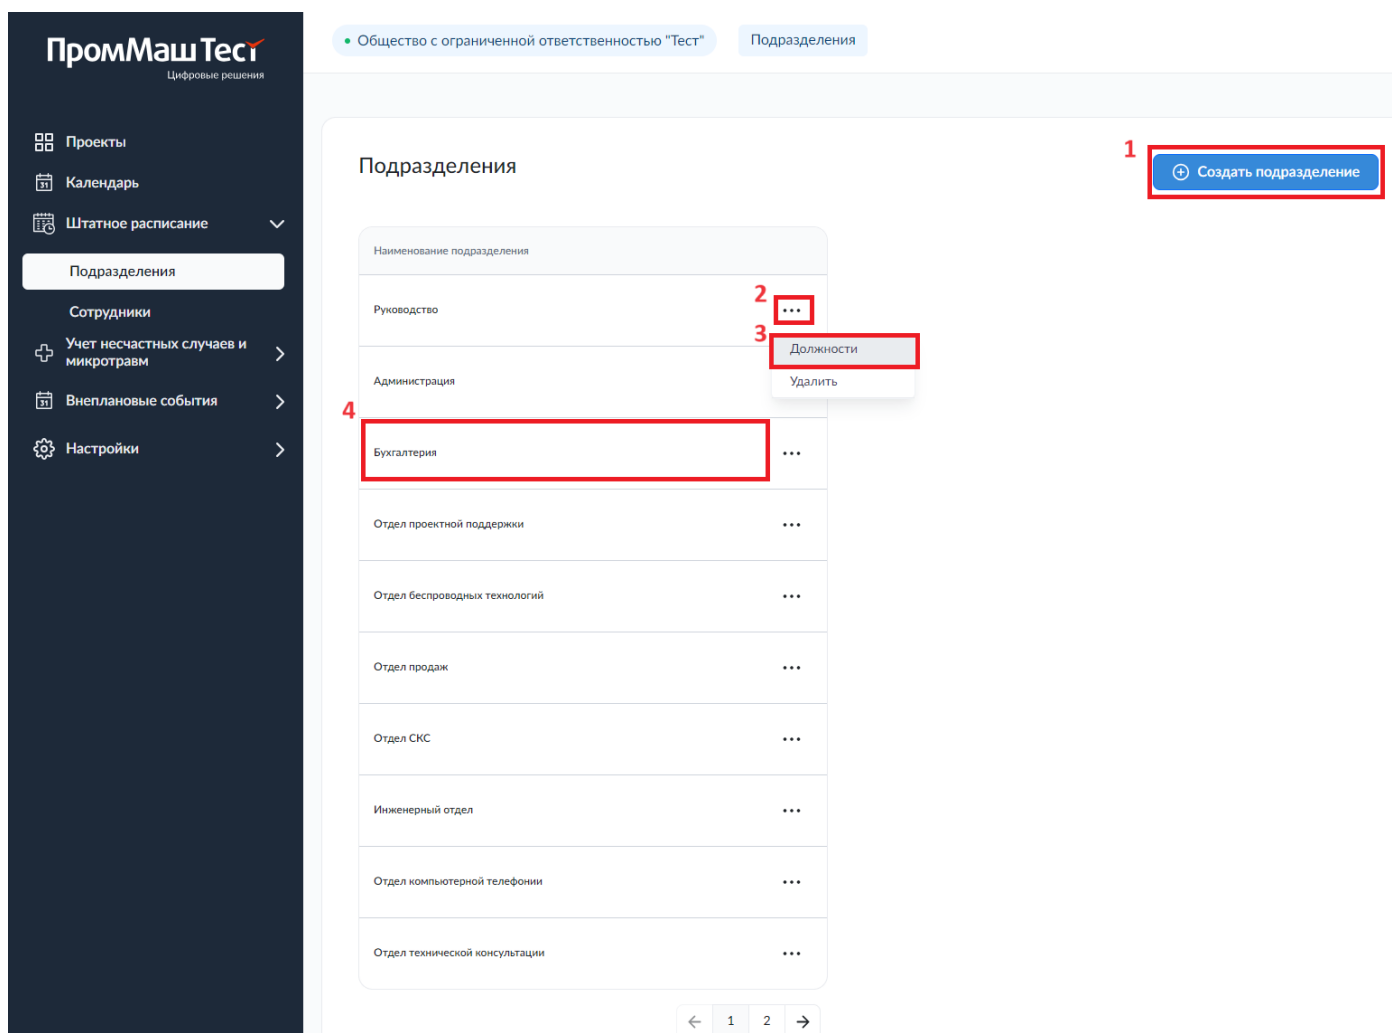
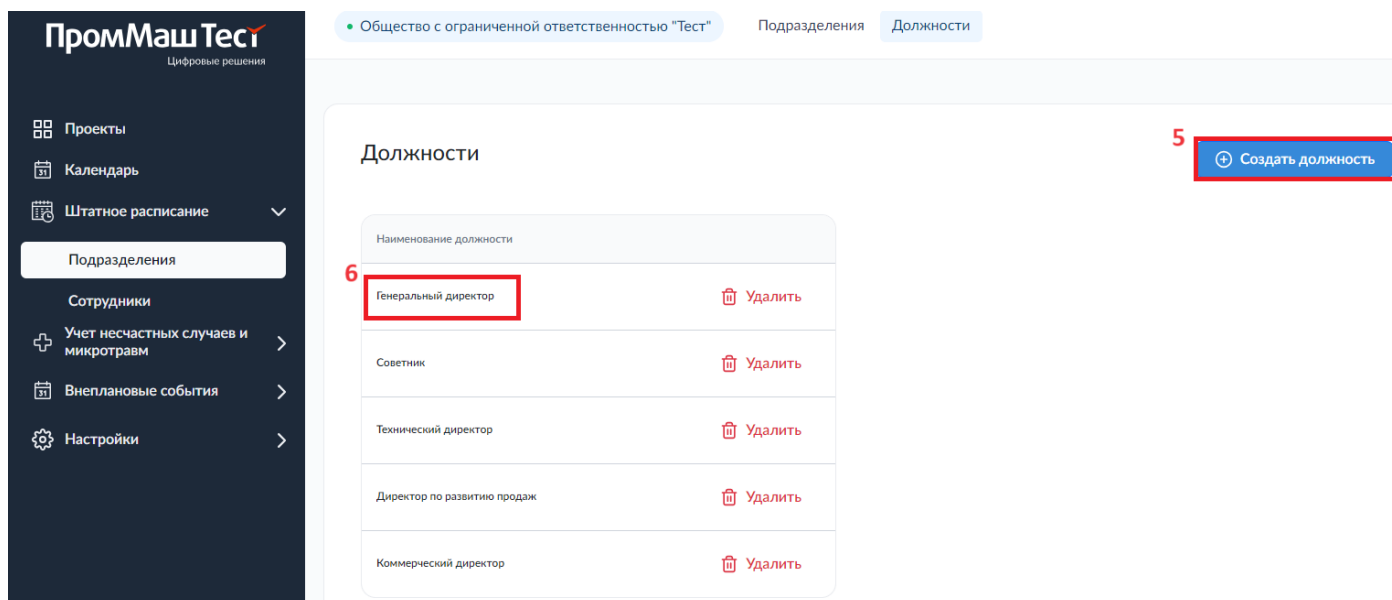

Рисунок 24. Раздел «Подразделения». Добавление новой должности или подразделения.
Рисунок 25. Раздел «Должности». Добавление новой должности.
Для того чтобы добавить новое структурное подразделение необходимо в разделе «Подразделения» (рис. 24) нажать на кнопку 1, после чего ввести наименование создаваемого подразделения и нажать кнопку «Сохранить» во всплывающем окне.
Для добавления должности необходимо вызвать окно «Должности» по нажатию кнопки (2) и выбору в всплывающем меню пункт «Должности» (3) (рис. 24), нажать на кнопку «Создать должность» (5) в открывшемся окне (рис. 25), где ввести наименование создаваемой должности и нажать кнопку «Сохранить» во всплывающем окне.
Для того чтобы изменить наименование подразделения, созданного ранее необходимо выбрать его в списке (4) (рис. 24), ввести новое наименование в открывшемся окне и нажать «Сохранить». Чтобы изменить наименование должности, необходимо выбрать ее в списке (6) (рис. 25), ввести новое наименование в открывшемся окне и нажать «Сохранить».